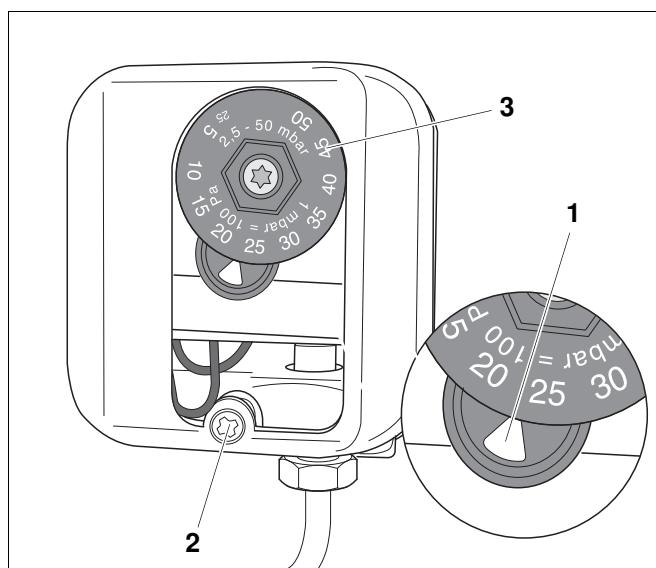

Рис. 46 Прибор контроля давления газа
- Для корректировки настройки нужно открыть крышку (Рис. 46, поз. 2) прибора контроля давления газа.
- Выставить регулировочный диск (Рис. 46, поз. 3) по настроичной метке (Рис. 46, поз. 1).